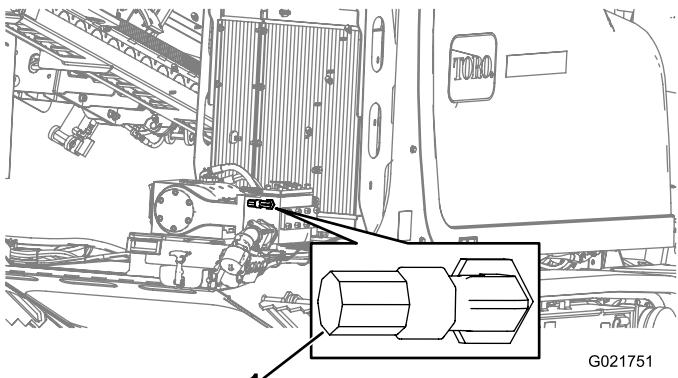

Рисунок 157
- Подсоедините съемный поливной шланг к штуцеру (Рисунок 157).